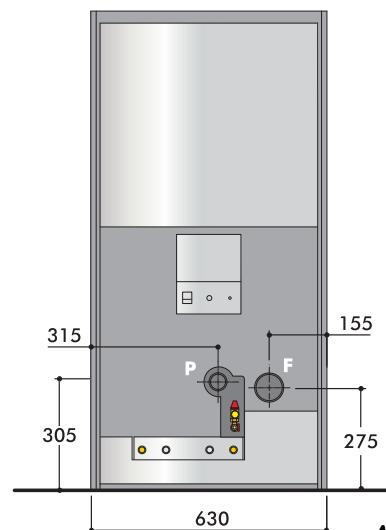

Abb. 11
- Berücksichtigen Sie bei der Positionierung des Rauchabzugrohrs den Rauchaustritt am Ofen (**Abb. 11**).